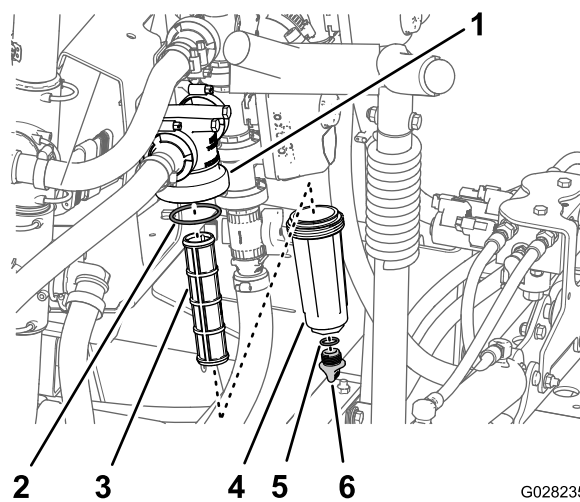

Рисунок 73
2. Поместите сливной поддон под фильтр линии нагнетания (Рисунок 73).
3. Поверните маслосливную пробку против часовой стрелки и снимите ее со стакана фильтра линии нагнетания (Рисунок 73).
4. Поверните стакан против часовой стрелки и отделите его от головки фильтра (Рисунок 73).
5. Извлеките старый элемент фильтра линии нагнетания (Рисунок 73).
6. Проверьте уплотнительное кольцо маслосливной пробки (расположенное внутри стакана) и уплотнительное кольцо стакана (расположенное внутри головки фильтра) на повреждения и износ (Рисунок 73).
7. Вставьте новый элемент фильтра линии нагнетания в головку фильтра (Рисунок 73).
8. Установите стакан на головку фильтра, затянув от руки (Рисунок 73).
9. Установите пробку на стакан, затянув от руки (Рисунок 73).